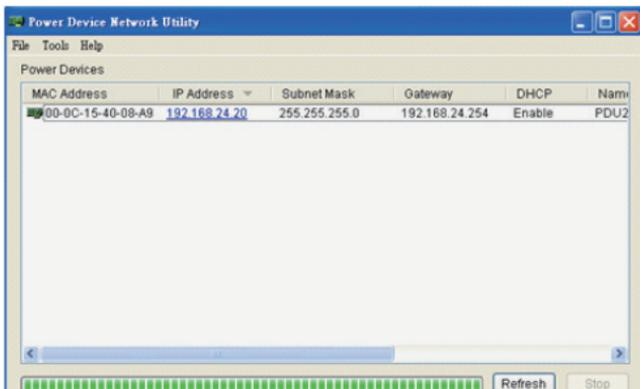

Figure 6. Liste des équipements
Étape 1. Sélectionnez le périphérique PDU approprié dans la liste des équipements (Figure 6).